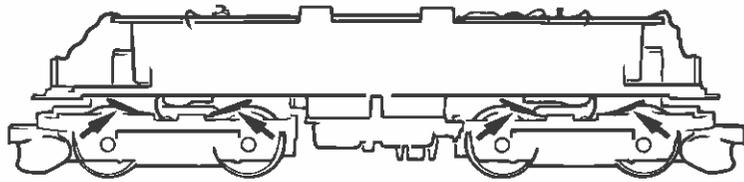

Fig. 8
2. Schmierung: Versehen Sie die im Schmierplan in Fig. 8 gekennzeichneten Stellen mit nur **kleinen Öltropfen**. Dazu zuerst das Lokgehäuse abnehmen (Fig. 3). Wir empfehlen den ROCO **Öler Art.-Nr. 10906**. Fürs Schmieren der Getriebeteile (Zahnräder, Schnecke) empfehlen wir das **ROCO-Spezialfett Art.-Nr. 10905**. Im Falle der Schmierung diese Teile **nicht ölen**.
2. Lubrication: Apply **tiny oil drops** to spots marked in fig. 8. Prior to lubrication dismantle locomotive (fig. 3). We recommend using item no. **10906, ROCO oiler**. For lubrication the gearparts (e.g. cogwheels, worm) we would recommend our ROCO **special grease** (item no. **10905**).
2. Smörjning: Lägg små droppar olja på platserna som vitsas på fig. 8. **ROCO:s olja art. nr: 10906** rekommenderas för detta. Använd **ROCO:s specialfett art. nr. 10905** för smörjning av kugghjul. Om dessa delar redan är smorda/infettade vänta med smörjning/infettning till ett senare tillfälle.